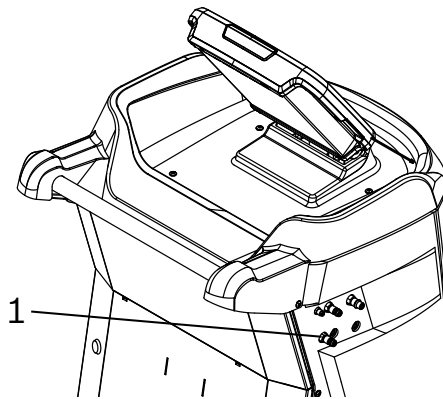

Abb. 17: Entfernen des verunreinigten Kältemittels
1. Wenn AC1234-7i/-8i an das Fahrzeug angeschlossen ist und die Kupplungen geöffnet sind, die niederdruckseitige (blaue) Kupplung des zweiten Klimaservicegerätes an den Anschluss an der Rückseite des AC1234-7i/-8i anschließen (siehe Abbildung 17).